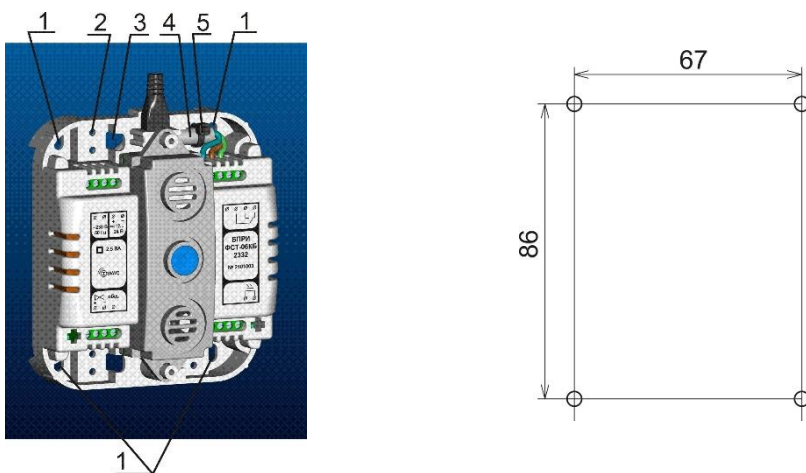

Рисунок 5.1 Монтаж БПРИ ФСТ-06
5.4 Порядок установки. Снять декоративную крышку, открутив 2 винта. При необходимости выполнить разметку согласно рис.5.1. Закрепить ФСТ-06 на поверхность через отверстия (поз. 1) с помощью 4 шурупов, входящих в комплект поставки. Протянуть монтажные провода и кабели (поз. 4) через отверстия (поз. 3), при необходимости зафиксировать их стяжками (поз. 5), используют отверстия (поз. 2).